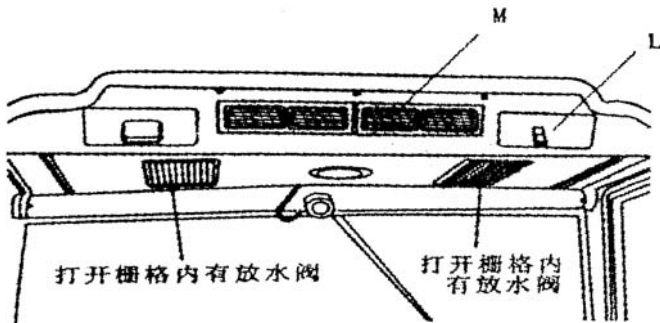
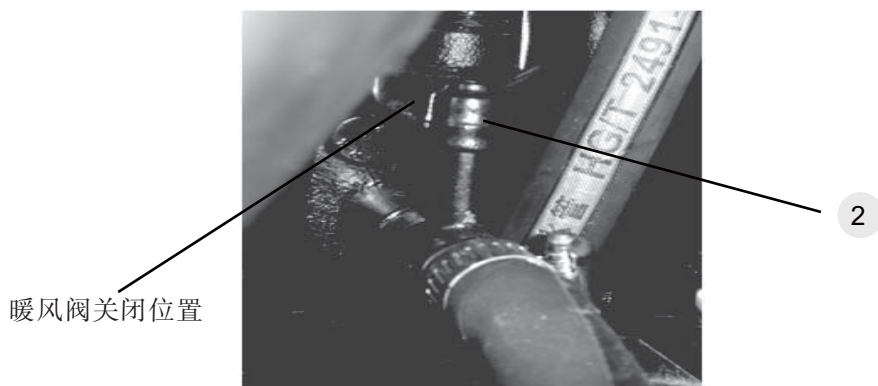

图 4-18 暖风装置
图 4-19 暖风水阀
(5) 空调系统内的制冷剂(R134a)会自然缓慢泄露。正常情况应每年补充一次, 补充量视泄露量而定。在大量泄露后应补充制冷剂(R134a)适量。
暖风水阀装在发动机后侧, 连接暖风进水管的水阀安装在板上(见图 4-19)。旋转其手柄②可调节由发动机来的冷却水流量, 从而控制驾驶室温度, 暖风由暖风机出风口(M)进入驾驶室。不采暖时可将水阀关闭(图 4-19 中手柄②在垂直位置), 使冷却水不在暖风散热器内流动。发动机放水时, 一定要使暖风水阀处于打开位置; 冬季使用暖风机应加防冻液, 不加防冻液时驾驶室内暖风机放水阀(驾驶室格栅内, 如图 4-18)应打开, 放净其内的水。